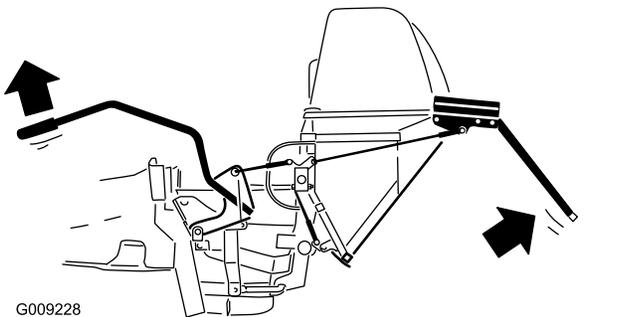

Figure 38
3. Abaissez la poignée pour fermer la trappe (Figure 38).